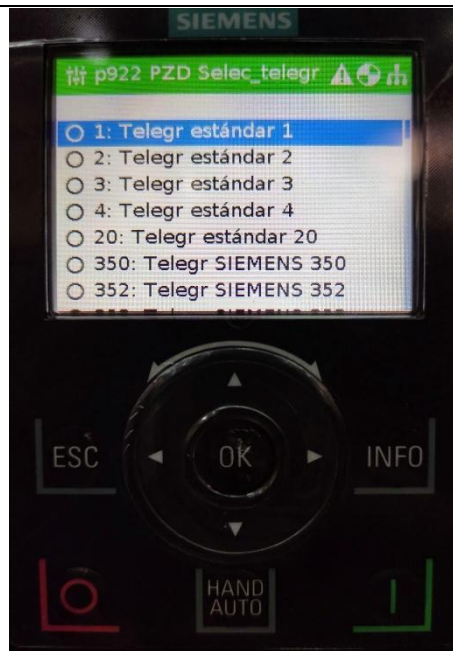

Figura 7. IOP-2 Telegrama de comunicación 1.
- (1) Configurar los parámetros del motor a través del IOP-2 en cada uno de los variadores Sinamics G120 (CU250S-2-DP) de la misma manera que se ha visto en las prácticas anteriores.
- (2) Seleccionar el telegrama de comunicación "Telegrama 1" (ver Figura 7)